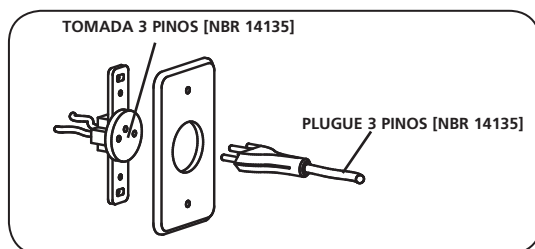

Fig. 17
- Ligar o produto em uma tomada tripolar exclusiva, e em perfeito estado. Em caso de dúvida, consultar um eletricitista de sua confiança [Fig. 17].